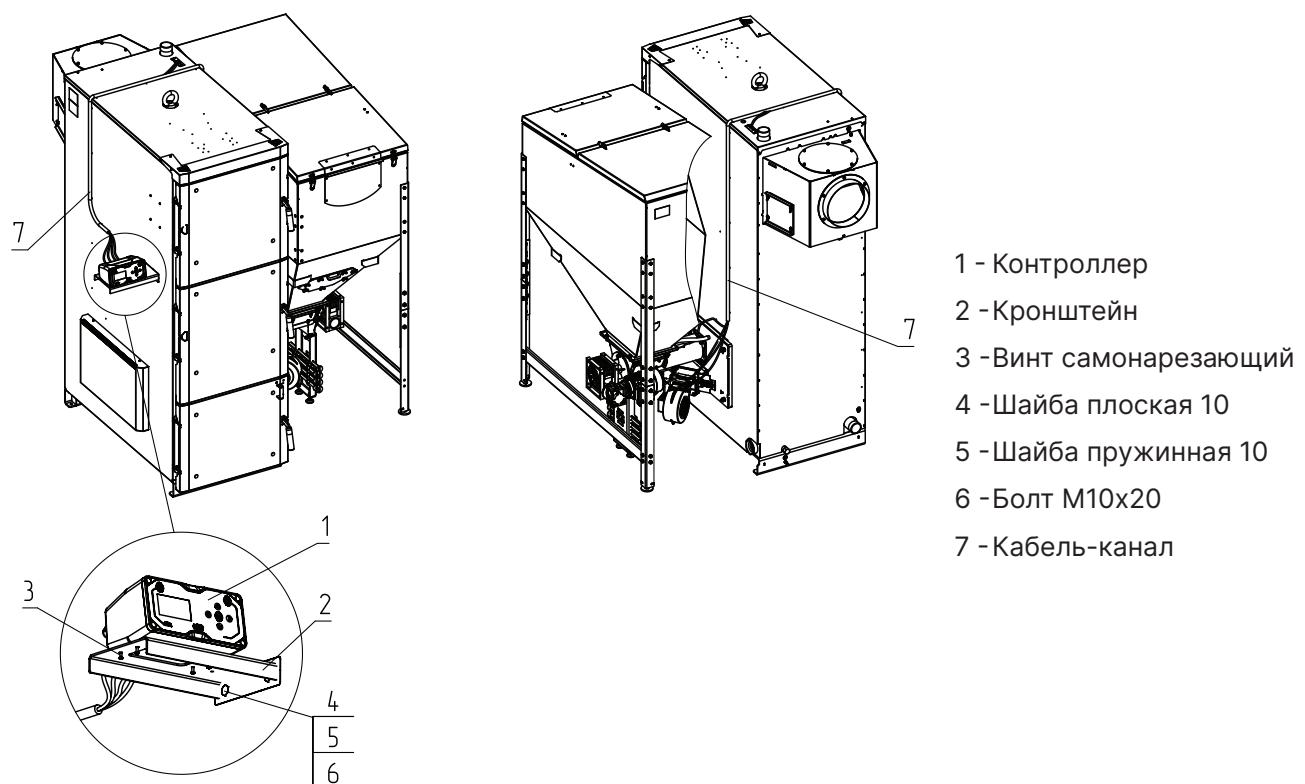

Рис.15 Монтаж контроллера для котлов от 80 кВт
4. Закрепите кабель-канал (**Рис.15, поз.7**), используя отверстие крепления кабелей на корпусе котла в соответствие с **Рис.15**.